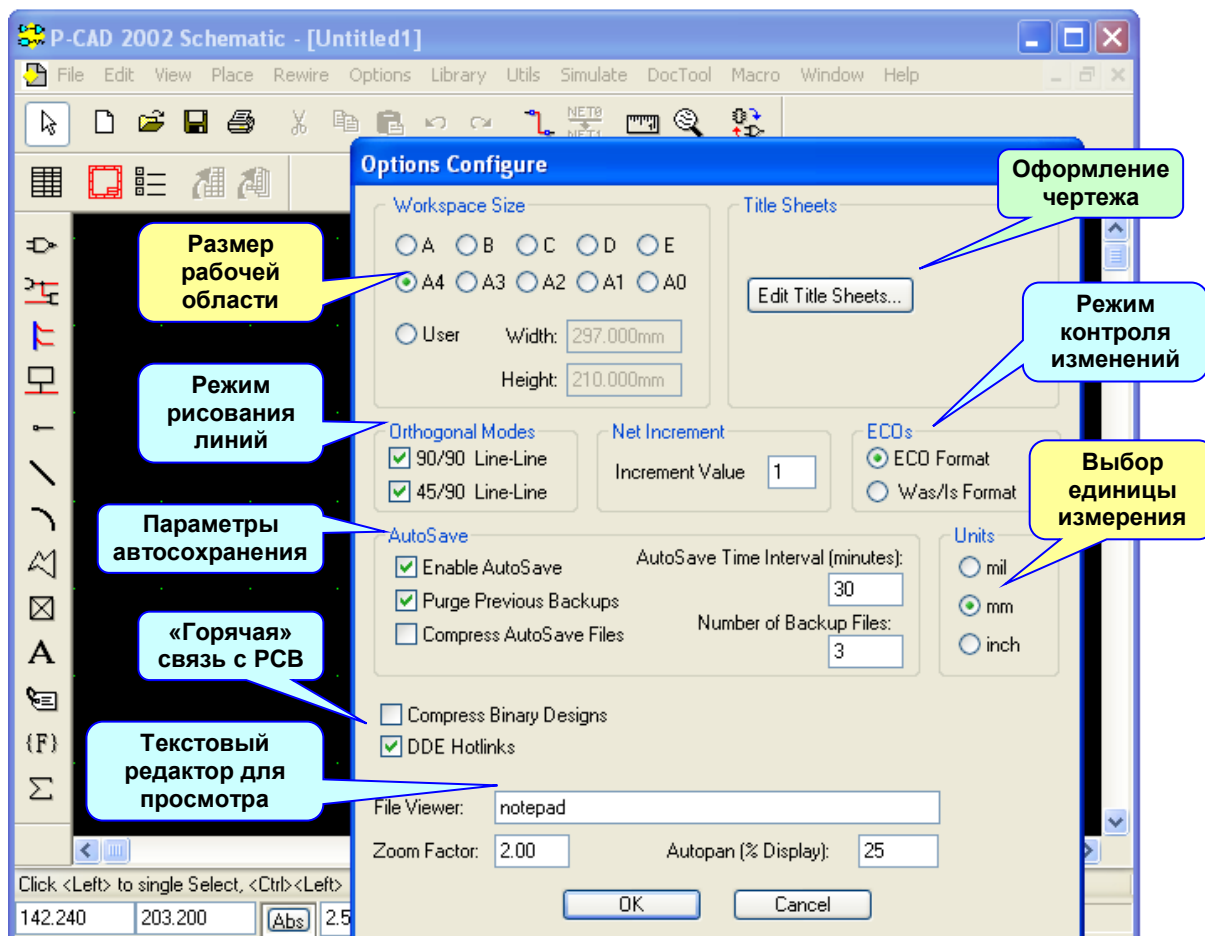

Рисунок 4.3 – Диалоговое окно **Options Configure** редактора **Schematic**
- Выполнить команды **Options/Configure**, вызывающие диалоговое окно **Options Configure** (рис. 4.3).